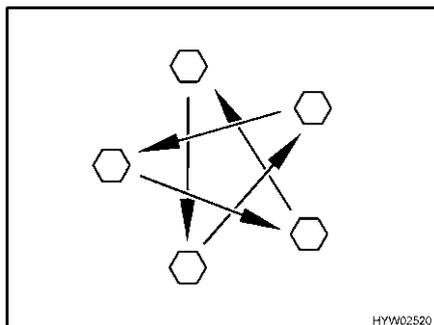

Bild 250 Radmuttern oder Radschrauben über Kreuz anziehen
- Radmuttern oder Radschrauben regelmäßig auf festen Sitz prüfen. Radmuttern oder Radschrauben eines ausgewechselten Rades nach 50 km über Kreuz nachziehen (Bild 250). Anziehdrehmoment siehe Abschnitt 13.5.2.
- ▷ Radmuttern oder Radschrauben über Kreuz anziehen (Bild 250).